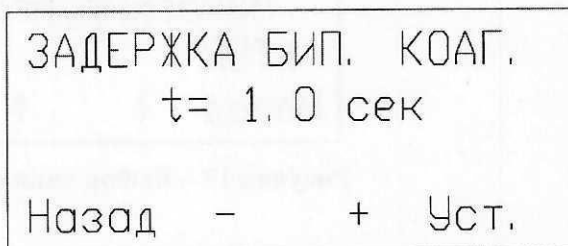

Рисунок 20 – Окно выбора времени задержки
- установить время нажатием кнопки «+» и кнопки «-» (см. рисунок 20);